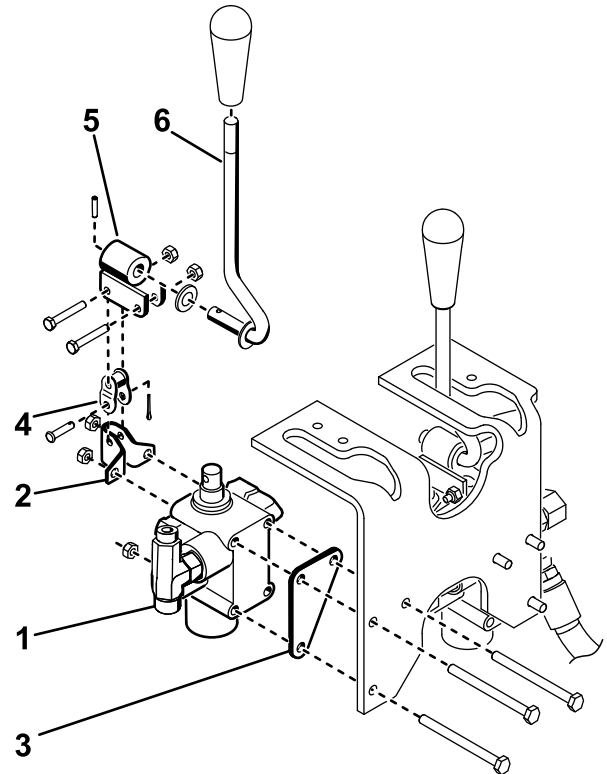

Bild 10
- Befestigen Sie die Ventilbaugruppe, die Schwenkhalterung und die Ventilplatte mit drei Schrauben (1/4" x 3") und drei Sicherungsmuttern (Bild 10) am Rahmen. Positionieren Sie die Ventilplatte bei der Montage gegen die Vorderseite des Rahmenträgers und ziehen Sie die Befestigungen mit 10 bis 12 Nm an.
- Befestigen Sie die Schwenkhebel-Baugruppe mit 2 Schrauben (#10" x 1 1/4") und 2 Sicherungsmuttern (Bild 10) lose am Ventilschieber und am Kröpfglied.